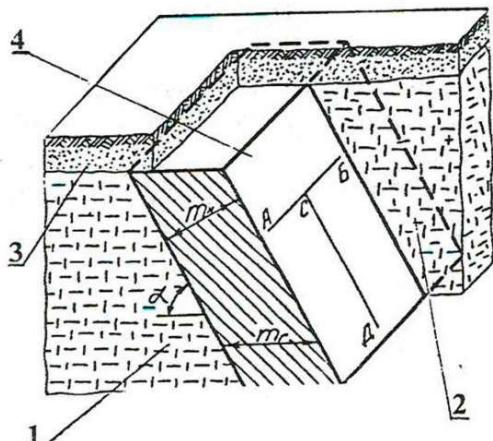

Рис. 1.28
20. Каким горно-техническим термином обозначается участок, изображенный на рис.1.28 цифровой 1?